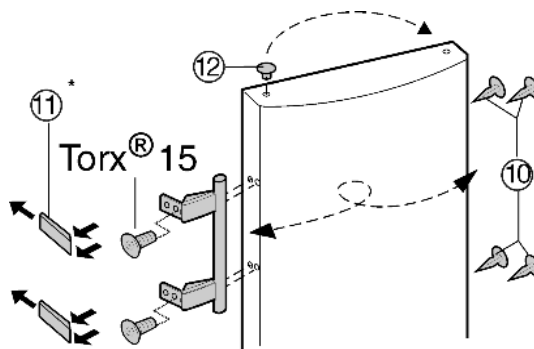

Fig. 7
- Wyciągnąć wkładkę Fig. 7 (12) z zawiasu drzwi i przełożyć na drugą stronę.
- Zdemontować uchwyt drzwi, zatyczki Fig. 7 (10) oraz płytki dociskowe Fig. 7 (11) i przełożyć je na przeciwną stronę.